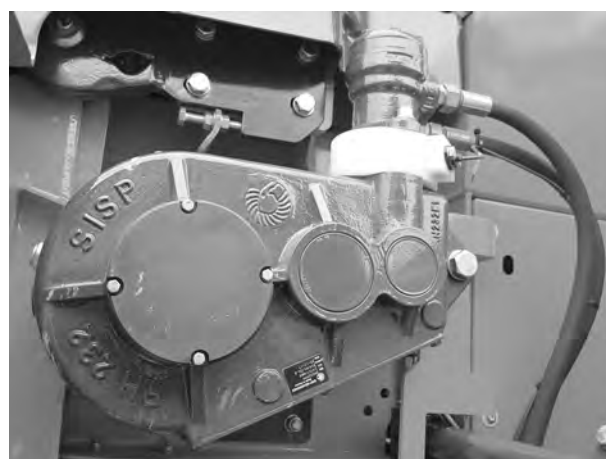

Fig. 103: Kontrol af transportbåndets motor
- transportbånddrevets hydraulikmotor Fig. 103 *Kontrol af transportbåndets motor*